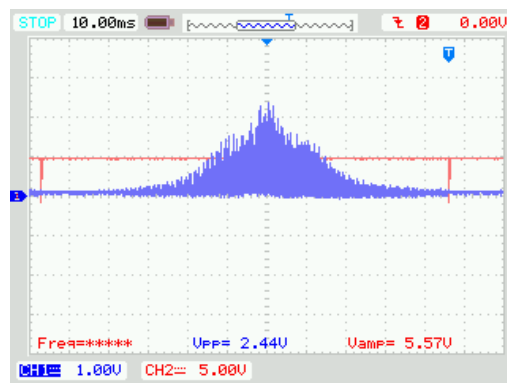

図 30:  $f_s$ : 2[kHz],  $V_{pp}$ : 3[V]
8. 周波数調節ツマミを回して信号周波数を変化させ (2, 3kHz それぞれ信号波が 3Vpp のときのみ) 側波がどのように変化するかを観察し記録した。(図 30, 31 に示す。)